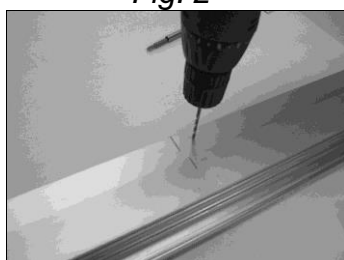

Fig. 5
Fig. 5 bis
- E. A l'aide d'un foret de la bonne dimension, percer les trous et monter la bride avant en veillant à bien serrer les vis (Fig. 5 et 5bis).